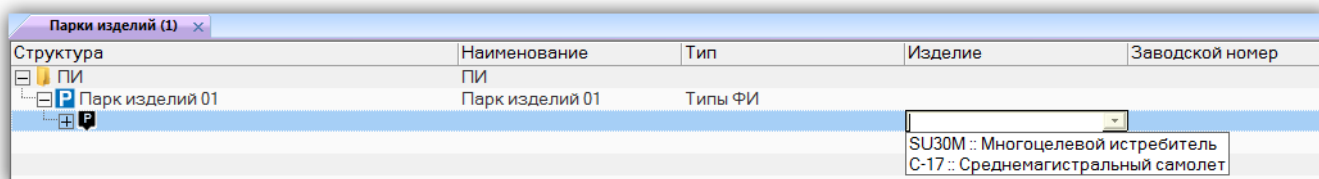

Рис. 10-402 – Выбор типа ВС для изделия
- 7) Нажать кнопку «Элемент парка» на панели создать (рис. 10-402).